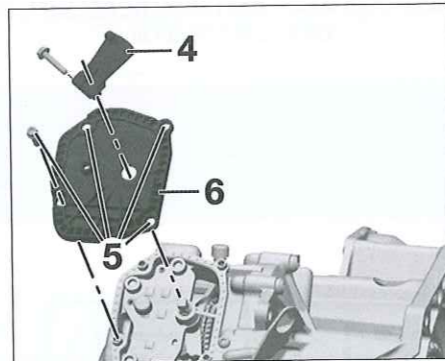

Fig. 4
- Marcar la posición de montaje de la palanca (4) y desmontarla.
- Desmontar los dos tornillos (5) y el cárter (6) (Fig.4).